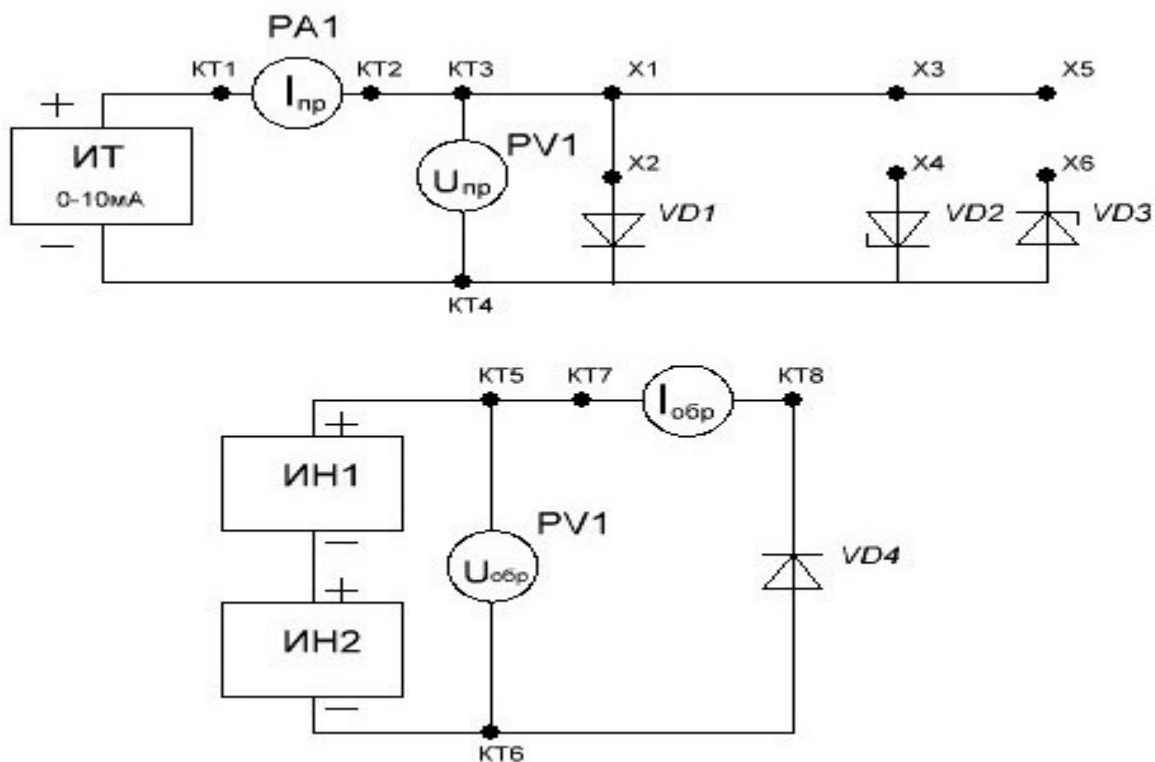
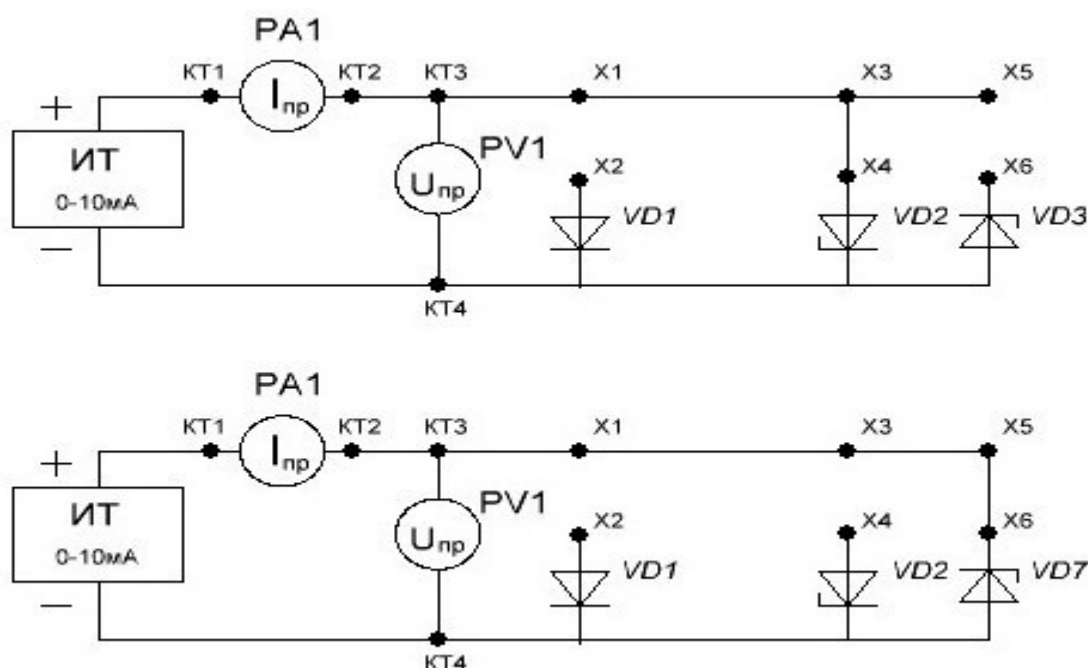

Рисунок 1.4 Схемы для снятия прямой 1 и обратной 2 ветвей ВАХ полупроводникового диода
Рисунок 1.5 Схемы для снятия прямой 1 и обратной 2 ветвей ВАХ стабилитрона
Прямую ветвь **ВАХ** диода снимают, включив испытуемый диод в схему, показанную на рис. 1.4, а. Прямой ток через диод задается источником тока **ИТ**, характерной особенностью которого является слабая зависимость выходного тока от сопротивления нагрузки. Плавно увеличивая от нуля выходной ток источника тока **ИТ**, измеряют прямое напряжение U_{np} диода для ряда значений прямого тока I_{np} .
Обратную ветвь **ВАХ** диода снимают, включив испытуемый диод в схему, показанную на рис. 1.4, б. Плавно увеличивая от нуля выходное напряжение источников напряжения **ИН1** и **ИН2**, измеряют обратный ток $I_{обр}$ диода для ряда значений обратного напряжения $U_{обр}$.
- 1.1 Зарисуйте схемы для получения **ВАХ** диода и стабилитрона (см. рис. 1.4, а, б и рис. 1.5, а, б).
I_{np} и вольтметр для измерения прямого напряжения U_{np} диода. Установите переключатель диапазонов измерения амперметра в положение **мА**. Подключите перемычкой диод **VD1** (см. рис. 1.4, а).
- $I_{обр}$ и вольтметр для измерения обратного напряжения $U_{обр}$ диода (см. рис. 1.4, б). Установите переключатель амперметра в положение мкА.
- 5.1 Подключите встроенные в стенд амперметр для измерения прямого тока $I_{пр}$ и вольтметр для измерения прямого напряжения $U_{пр}$ стабилитрона. Установите переключатель амперметра в положение мА. Подключите перемычкой стабилитрон **VD2** (см. рис. 1.5, а).
- 6.1 Подключите встроенные в стенд амперметр для измерения тока стабилизации $I_{ст}$ и вольтметр для измерения напряжения стабилизации $U_{ст}$ стабилитрона. Установите переключатель амперметра в положение мА. Подключите перемычкой стабилитрон **VD3** (см. рис. 1.5, б).